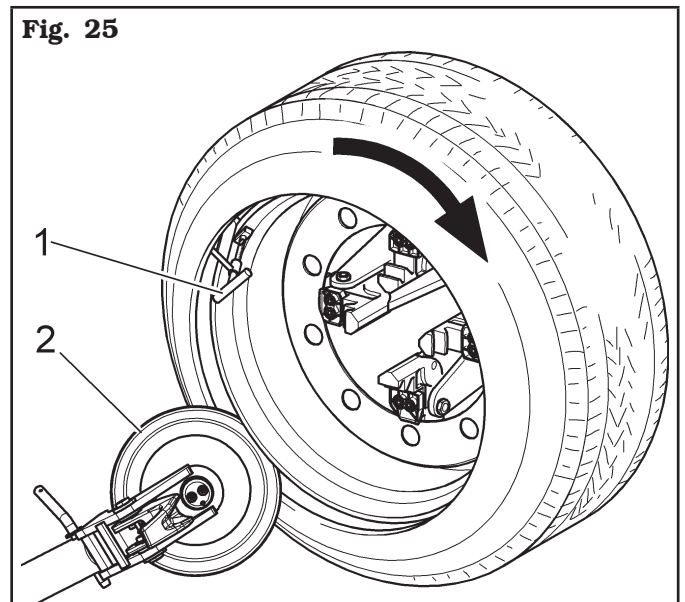

Fig. 25
- Posicionar el disco destalonador (**Fig. 25 ref. 2**) a una distancia de unos 1,5 cm (0.59") del borde de la llanta. La mordaza (**Fig. 25 ref. 1**) de montaje está a las 11. Girar el mandril hasta llevar la mordaza en el punto más bajo (a las 6).